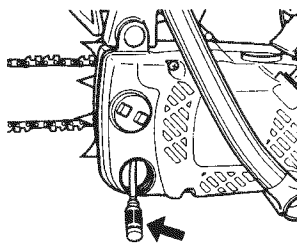

Fig. 35
**Filtro del aceite de la cadena (Fig. 35)**